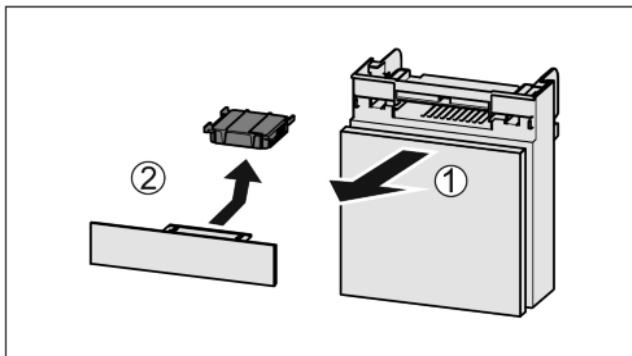

Fig. 44
- ▶ Вытянуть Fig. 44 (1) отделение движением вперед.
- ▶ Извлечение Fig. 44 (2) фильтра с активированным углем.